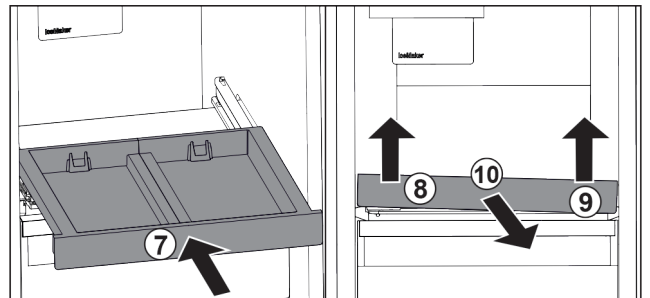

Fig. 43
- Rentrer le compartiment coulissant. Fig. 43 (7)
- Soulever le compartiment coulissant au niveau de la partie avant gauche. Fig. 43 (8)
- Soulever le compartiment coulissant au niveau de la partie avant droite. Fig. 43 (9)
- Retirer le compartiment coulissant par l'avant. Fig. 43 (10)